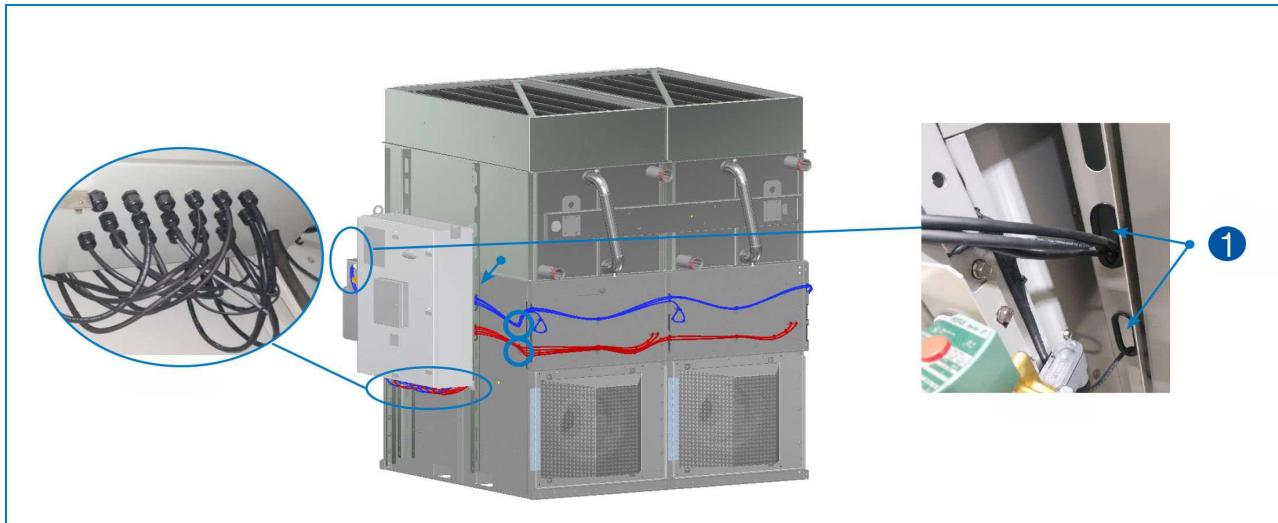

Рис. 17. Подключение к панели системы управления iPilot®— 1. Крепежный паз с овальным отверстием с подточенной кромкой.
6. Проложите провод электропитания вентилятора через нижнее овальное отверстие с подточкой в кромкой в крепежном пазу панели управления. Пропустите каждый провод через кабельный ввод в нижней части панели управления, затем подключите каждый соединитель провода к соответствующей позиции клеммной коробки. См. рисунок 17.
7. Проложите провод связи и провод компонента для вентилятора через нижнее овальное отверстие с подточкой в кромкой в крепежном пазу панели управления. Пропустите каждый провод через кабельный ввод в нижней части панели управления, затем подключите каждый соединитель провода к соответствующей позиции клеммной коробки. См. рисунок 17.